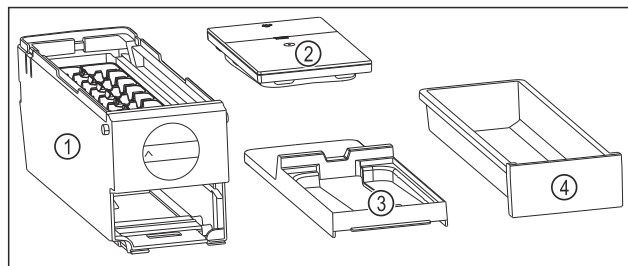

Fig. 76 Súčasti EasyTwist-Ice
- ▷ EasyTwist-Ice je rozložený na štyri časti. (pozri Fig. 76)
- Rozložte EasyTwist-Ice len na tie súčasti, ktoré sú na obrázku. (pozri Fig. 76)
- Korpus EasyTwist-Ice Fig. 76 (1) vyčistite ako celok.